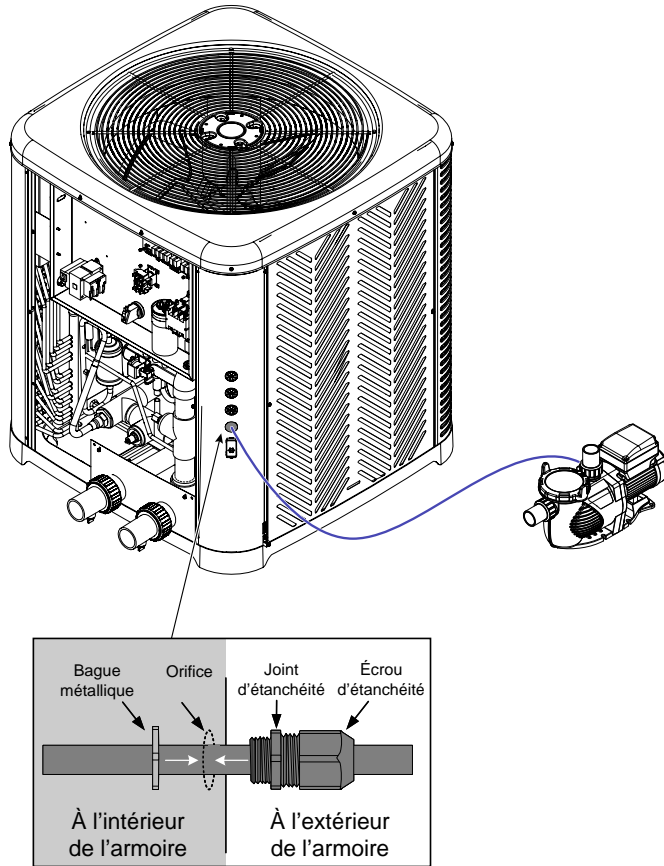

Figure 129. Câblage d'équipements externes à l'aide de raccords étanches
6. Si vous décidez d'enlever les passe-fils pour connecter des équipements externes à l'appareil, utilisez des conduits métalliques ou des câbles résistants aux intempéries. Ensuite, connectez le conduit ou les câbles à l'ouverture à l'aide de raccords étanches pour empêcher l'eau ou la poussière de pénétrer dans le système. Voir Figure 129.